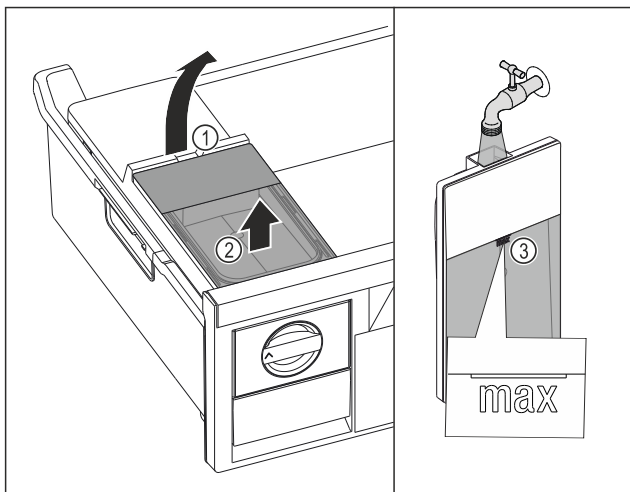

Fig. 81
- ▶ Nádržku na vodu nadvihnite za vybranie Fig. 81 (1).
- ▶ Nádržku na vodu odoberte nahor. Fig. 81 (2)
- ▶ Nádržku na vodu naplňte pitnou vodou po značku Fig. 81 (3).